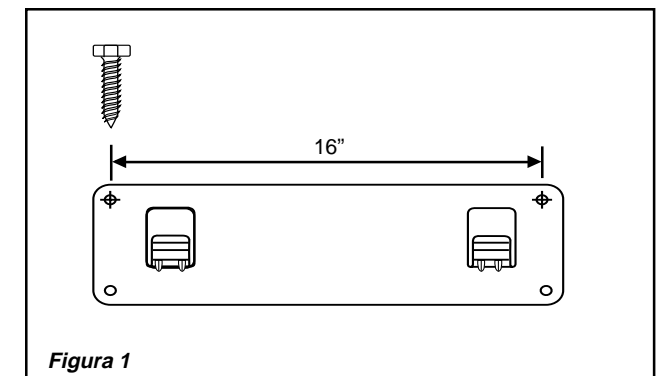

Figura 1
1. Seleccione una posición de montaje que le permita instalar los pernos de cabeza cuadrada de 3/8" (9.5mm) directamente en los montantes de la pared. El soporte tiene agujeros de montaje en distancias de 16 pulgadas (406mm). (Figura 1)